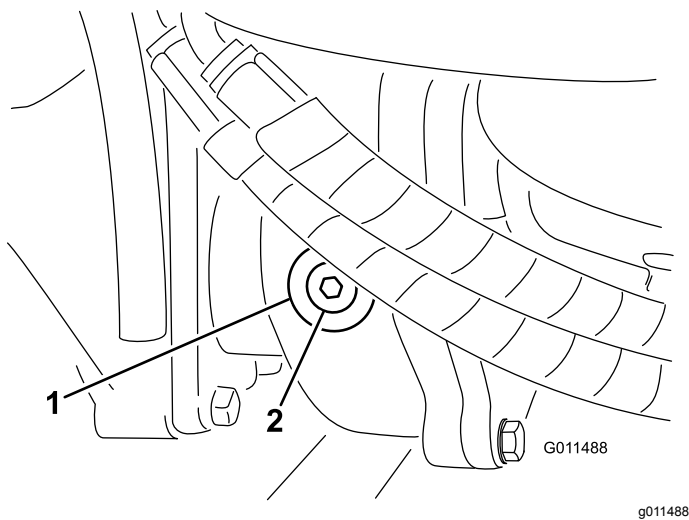

Рисунок 18
2. Снимите пробку контрольного (заливного) отверстия с левой стороны редуктора и убедитесь, что масло доходит до нижнего края отверстия (Рисунок 18).